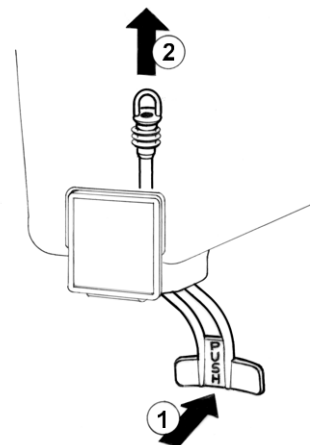

figure 5
- Robinet en inox à gravité:** défilé le piston et démonter le levier de débit robinet (voir figure 5).